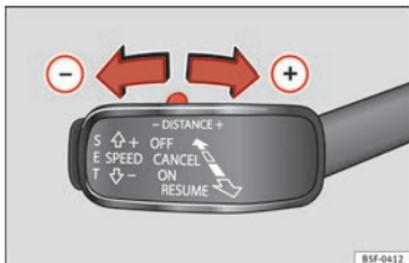

Fig. 207 Palanca de mando: ajustar la distancia.
- Para indicar la distancia programada actualmente, pulse brevemente la tecla basculante »» **fig. 207**.